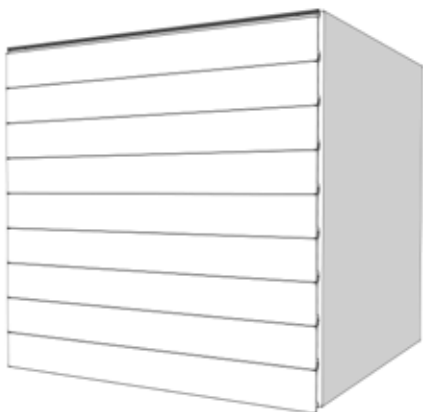

Figura 6
- ④ Instale los paneles de pared restantes (al igual que con el paso 3) como se muestra en la Figura 6: